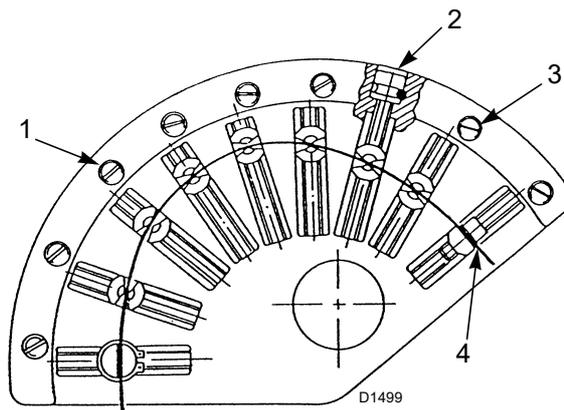

Fig. 37
Es necesario aumentar progresivamente el perfil inicial de la leva 1)(Fig. 37) mediante los tornillos 2)(Fig. 37).
que se desliza por el perfil 4)(Fig. 37) se encuentre alineado con uno de los tornillos de regulación 2).
Leyenda (Fig. 37)
- B Leva aire:** utilizar los tornillos de regulación 2)(Fig. 37) después de haber aflojado los tornillos 3).
- C Leva gas:** utilizar los tornillos de regulación 2)(Fig. 37) después de haber aflojado los tornillos 3).
- Regular el caudal de aire mediante la regulación de la leva de perfil variable interviniendo en los tornillos 2)(Fig. 37 en la pág. 32).
- Una vez que se logró una regulación óptima, recordar bloquear los tornillos de regulación de los perfiles de las levas mediante los tornillos 3)(Fig. 37 en la pág. 32).